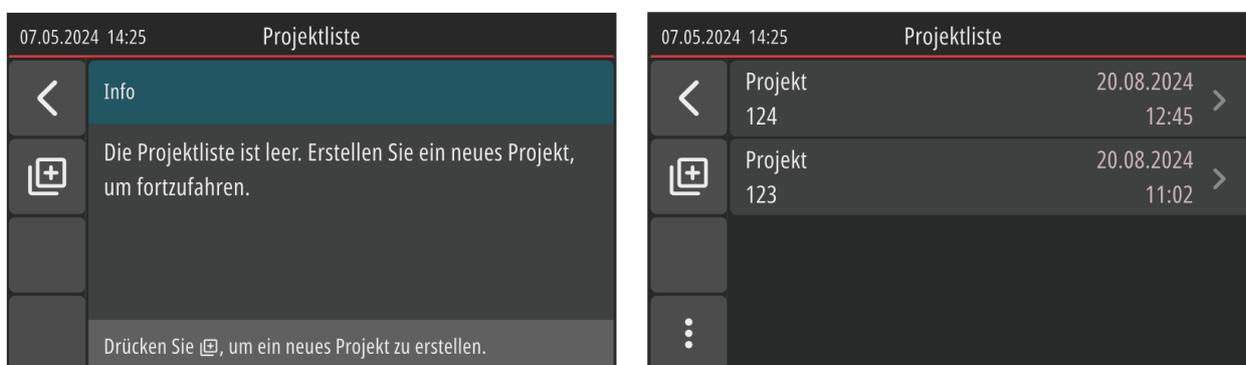

Abbildung 47: Leere Projektliste (linke Abbildung) und ausgefüllte Projektliste (rechte Abbildung)
- Klicken Sie auf das Feld "Testen" ⇒ Der Bildschirm "Projektliste" wird angezeigt, siehe Abbildung 47.
- Bestätigen Sie das erstellte Projekt, indem Sie erneut auf das Feld klicken ⇒ Die ausgefüllte Projektliste wird angeboten, siehe die rechte Seite der Abbildung 47 .